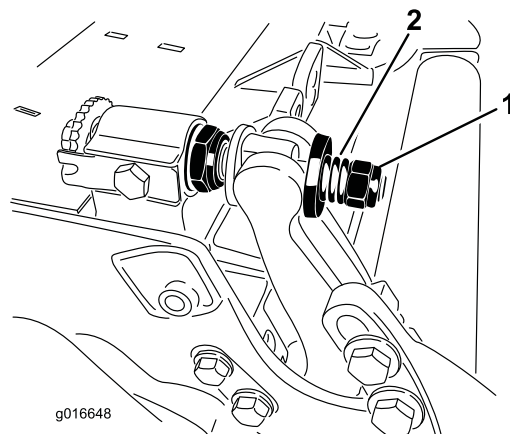

图29
- 旋紧弹簧加压螺母，直到弹簧完全压紧，然后往回松开 1/2 圈（图29）。
- 旋紧每个底刀架调节器组件上的螺母，直到加压弹簧完全压紧，然后松开 1/2 圈（图29）。